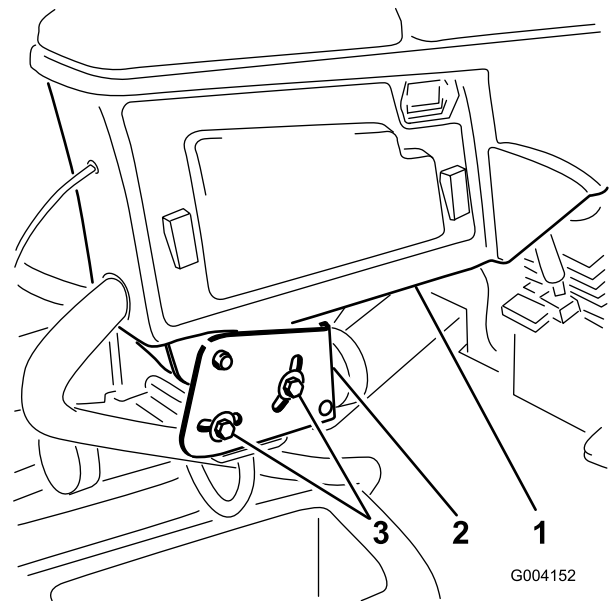

図 3
1. コントロール・アームをリターナ・ブラケットに固定している2本のボルトをゆるめる(図 3)。